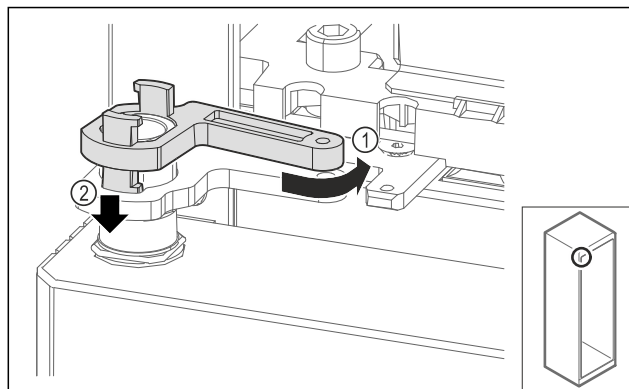

Fig. 67
- 稍稍往回转动托架的锁定机构 Fig. 67 (1)，接着向下按压 Fig. 67 (2)，使其锁定在合页角铁中。